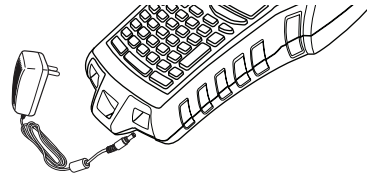

Abbildung 2
1. Stecken Sie den Netzadapter in die Netzanschlussbuchse an der Unterseite des Druckers. Siehe Abbildung 2.